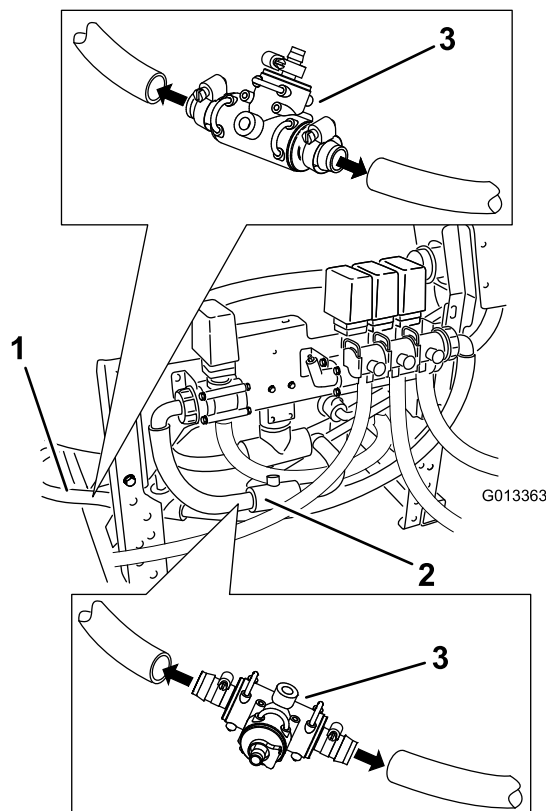

Figura 19
9. Tagliate il flessibile di bypass al centro tra le valvole della barra ed il serbatoio (Figura 19).
10. Spalmate del sapone liquido sulla dentellatura, inserite un gruppo raccordo a T S53 nello spazio creato dal taglio, e fissatelo con due fascette stringitubo grandi (Figura 19).